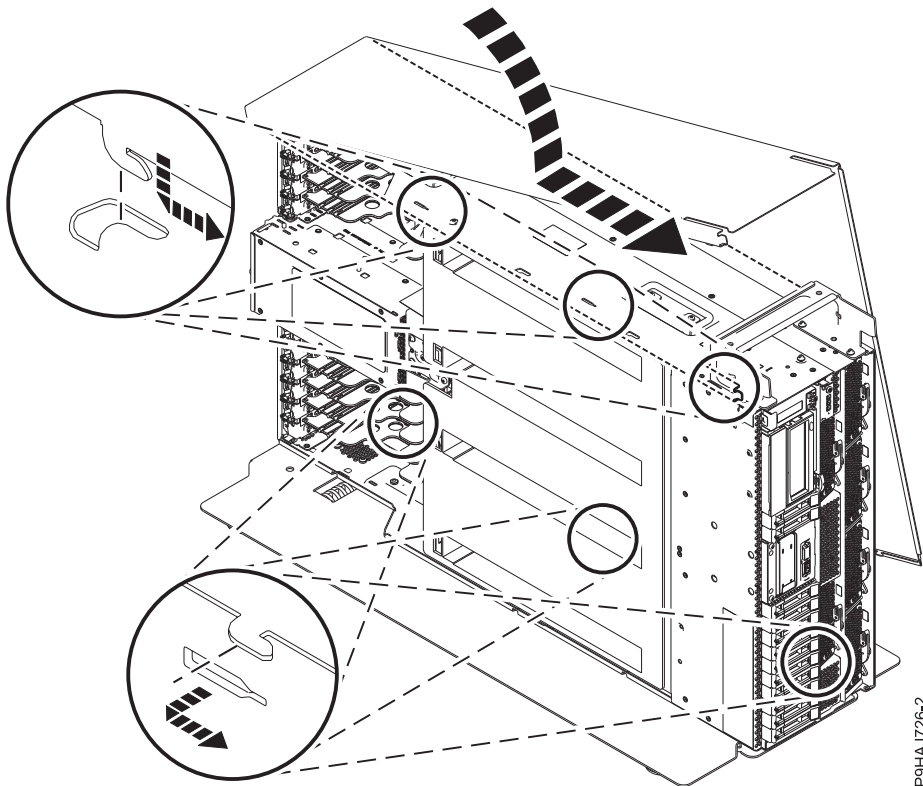

Abbildung 21. Seitenabdeckung installieren
2. Schieben Sie die Seitenabdeckung so weit in das System, bis sie einrastet (siehe Abb. 21).